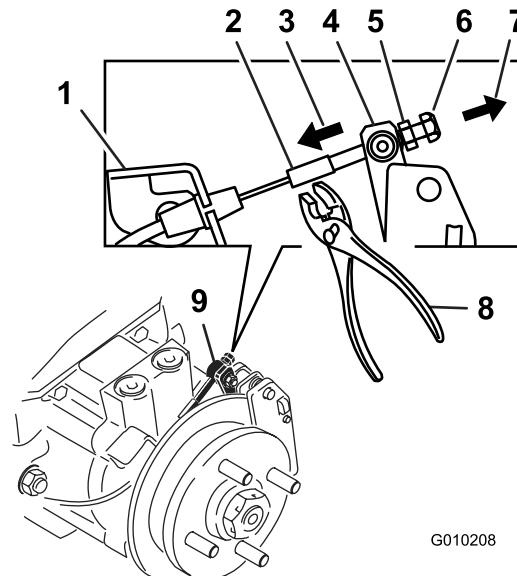

Figura 71
9. Utilizzando esclusivamente le mani, premete il braccio della leva della pinza per inserire le pastiglie dei freni sul rotore fino all'arresto della leva (Figura 71). Annotate l'ordine del dado standard e del dado di bloccaggio.
10. Mentre tenete la leva in posizione di arresto, con l'altra mano tendete l'estremità filettata del cavo attraverso la parte girevole. Ruotate il dado standard contro la parte ruotante (Figura 71).